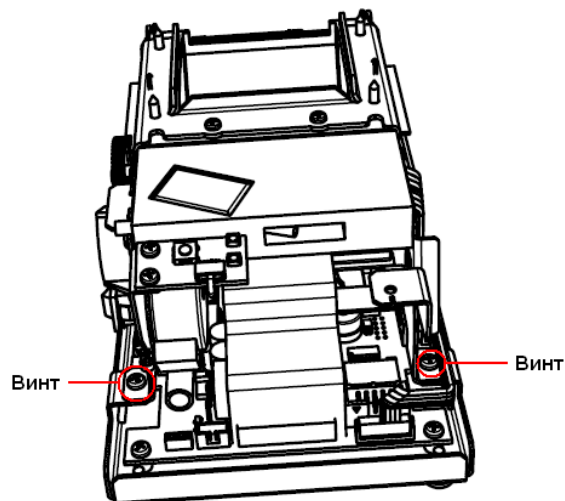

Рисунок 7. – Винты крепления печатающего механизма.
Отсоединение печатающего механизма (см. рисунок 7, 8):
2. Открутите 2 винта (см. рисунок 7), эти винты крепят печатающий механизм к шасси.